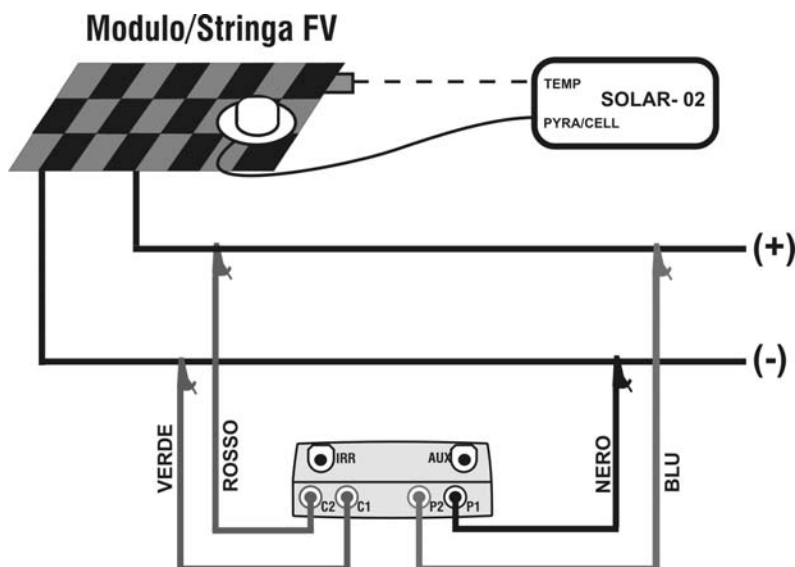

Fig. 9: Collegamento dello strumento al modulo/stringa FV
21. Collegare lo strumento al modulo/stringa in prova come mostrato nella seguente Fig. 9. In particolare collegare il polo Negativo in uscita dal modulo/stringa ai terminali P1, C1 e il polo Positivo in uscita dal modulo/stringa ai terminali P2, C2. In modalità di attivazione misura "Auto" è raccomandato l'uso dell'accessorio opzionale KITKELVIN